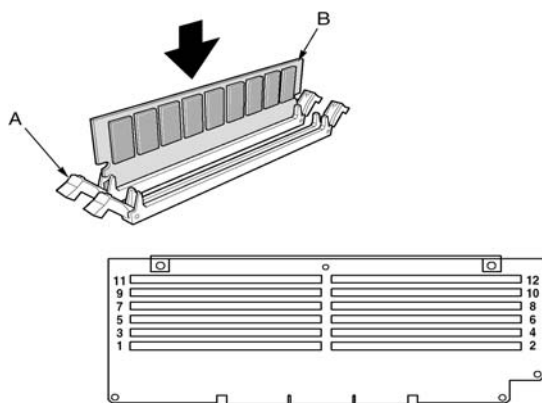

Figura 27 - Installazione di un modulo DIMM
- 3 Aprire le leve di estrazione in plastica (Figura 27, A) situate su ciascuna estremità della base DIMM della scheda di memoria.